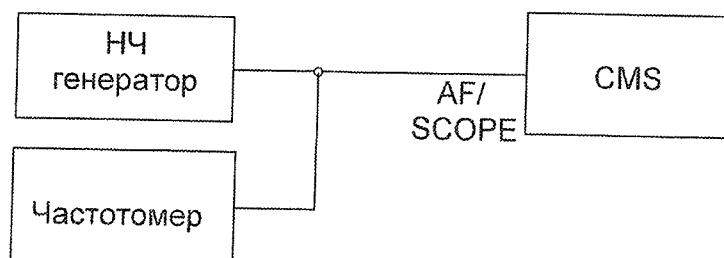

Рисунок 7.6
7.18. Определение погрешности измерений частоты в диапазоне НЧ. Собрать схему рис. 7.6.